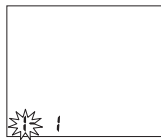

Fig. 2
1. Con la unidad apagada, pulse y sostenga simultáneamente los botones **START** (de inicio) y **MEM** (de memoria). Comenzará a titilar el mes, Fig. 2.